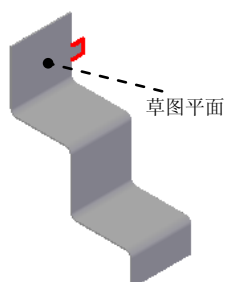

图 5.8.43 平板特征 2
Step3. 创建图 5.8.43 所示的平板特征 2。
(1) 选择命令。单击“主页”功能选项卡“钣金”工具栏中的“平板”按钮 。
(2) 定义特征的截面草图。
① 选取草图平面。在系统 **单击平的面或参考平面** 的提示下，选取图 5.8.43 所示的模型表面为草图平面。